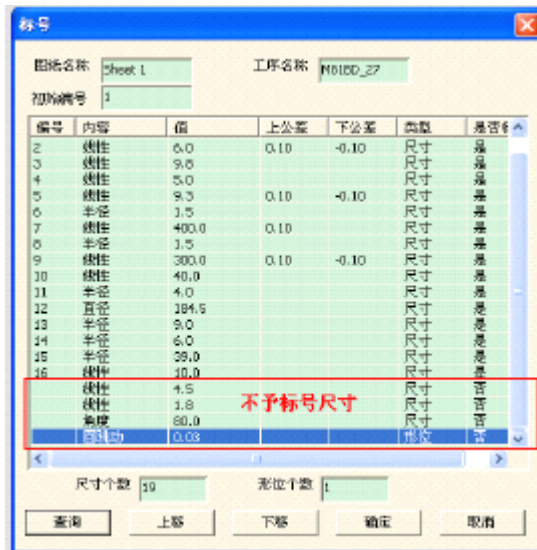

图 3-19 不予标号尺寸
2. 如果对话框列表中，某些尺寸不需要在工程图中赋予标号，那么可以在此尺寸对应“是否标号”一栏处，选择“否”。系统会自动刷新，将不予标记的尺寸列入尺寸最下方，如图 3-19 所示。